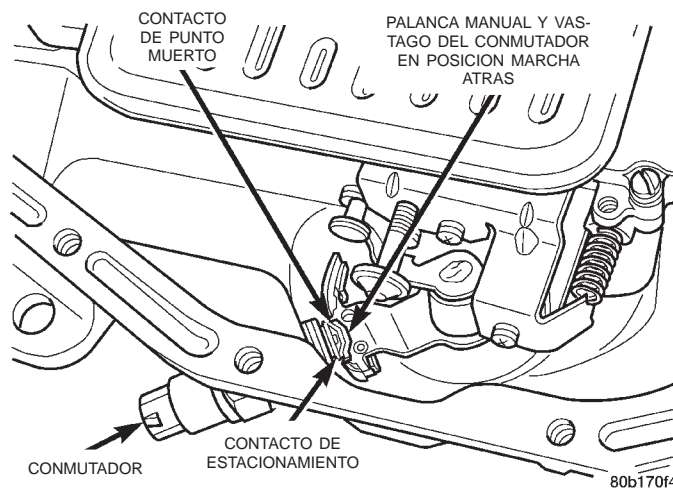

Fig. 28 Conmutador de posición Estacionamiento/ Punto muerto
- (1) Desplace la palanca de cambios a las posiciones PARK y NEUTRAL. Verifique que las garras de la palanca de accionamiento del conmutador estén centradas en la abertura del conmutador de la caja (Fig. 28).
- (2) Instale una junta nueva en el conmutador e instale el conmutador en la caja. Apriete el conmutador con una torsión de 34 N·m (25 lbs. pie).
- (3) Pruebe la continuidad del conmutador nuevo con una lámpara de prueba de 12 voltios.
- (4) Conecte los cables del conmutador y baje el vehículo.
- (5) Complete el nivel de líquido de la transmisión.